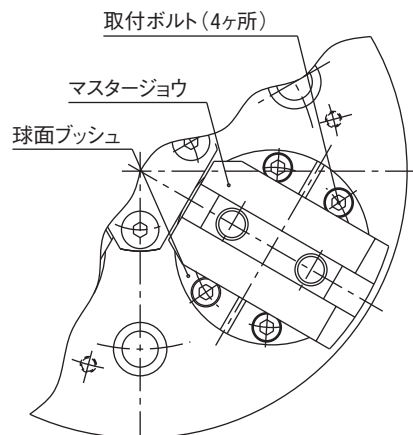

図 7
- ①作業前に必ず機械の主電源を切ってください。
- ②ジョーとTナットを取り外します。
- ③チャック表面のロケータや治具等をすべて取り外します。
- ④球面ブッシュの取付ボルトを取り外します。(図7参照)